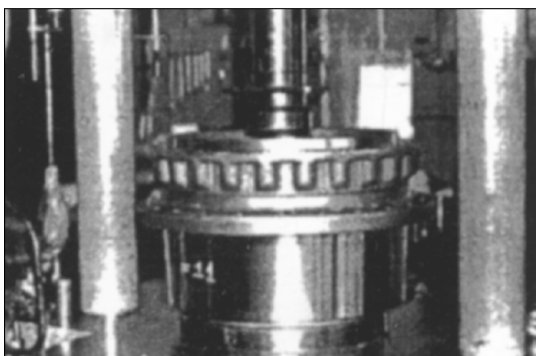

Рис. 100
9. Используя пресс и стопорное устройство, запрессуйте ступицу в корпус. Рис. 100.